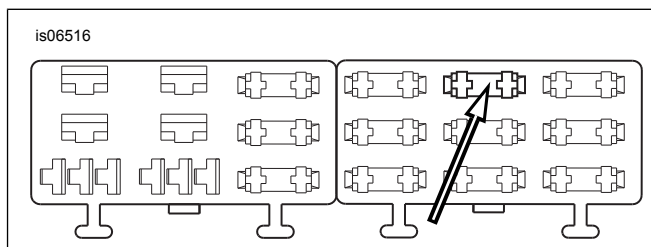

Figura 26. Cavitatea blocului de siguranță „P&A IGN” (Softail 2004 – 2010)
- Consultați Figura 26. Identificați cavitatea siguranței indicate ca "P&A IGN" pe capacul blocului de siguranță în dreapta acestuia. Introduceți conectorul rotund peste firul portocaliu/alb al adaptorului până se oprește. Consultați un terminal din vecinătate, instalat din fabrică, pentru a compara și a verifica orientarea și adâncimea corectă.